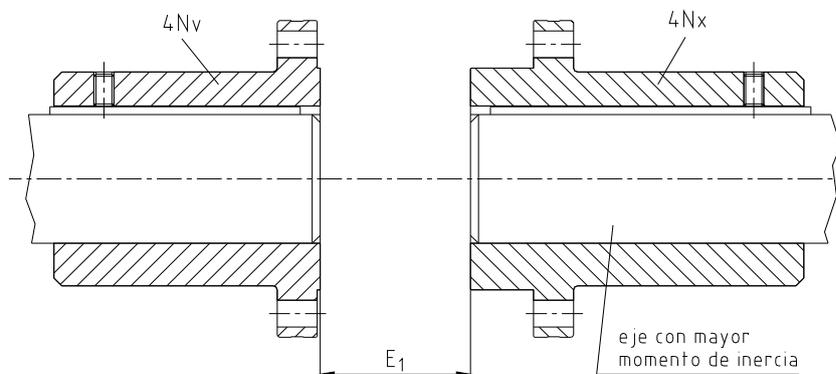
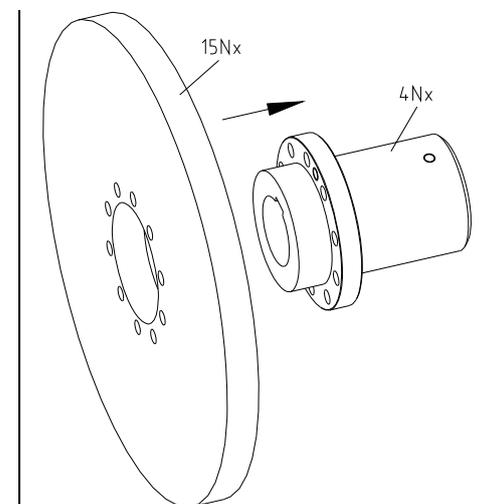

figura 3
figura 4
- Monte las bridas del acoplamiento (4Nv/4Nx) en el eje del lado motriz y conducido. La brida del acoplamiento (4Nx) para el montaje del disco de freno (15Nx) tiene que ser montada en el extremo del eje, el cual tiene el mayor momento de inercia (ver figura 3).
- El interior de las bridas del acoplamiento (4Nv/4Nx) tienen que estar al ras con las caras de los ejes (ver figura 3).
- Desplace los elementos de transmisión hasta alcanzar la medida E₁ (ver figura 3).
- Asegure las bridas de los acoplamientos (4Nv/4Nx) apretando los tornillos prisioneros con punta estrida DIN 916 (5) o con una placa.
- Empuje el disco de freno (15Nx) hacia el soporte de centrado de la brida del acoplamiento (4Nx) (ver figura 4).